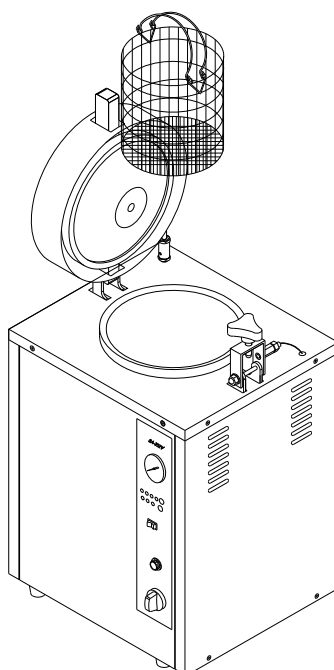

Figura 6
D. Instale la canastilla de esterilización según la Figura 6.